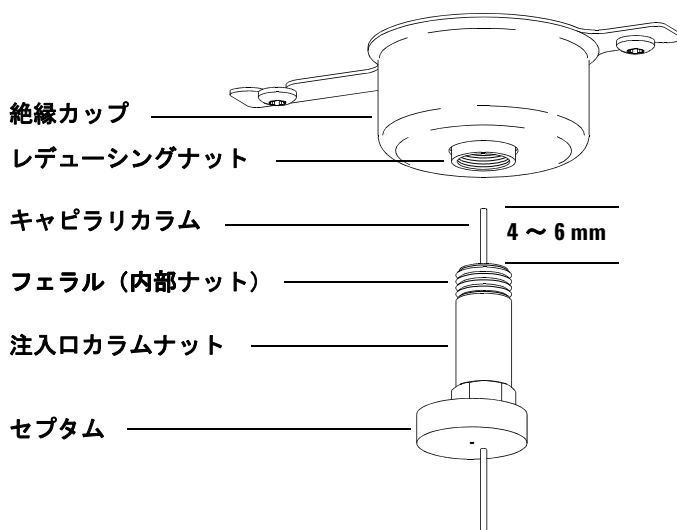

図4 スプリット/スプリットレス注入口へのキャピラリカラムの取り付け
- 7 カラムをフェラルの端から 4 ~ 6 mm 出るように調整します。(図 4 を参照してください)。